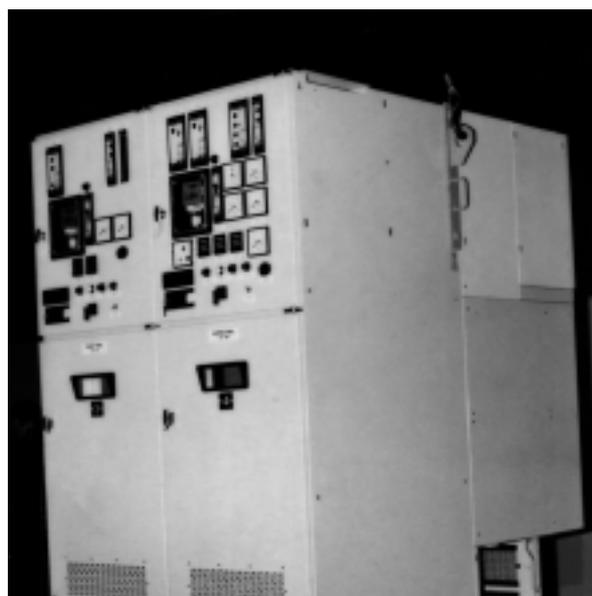

Fig. 10 \_\_\_\_\_
- 3) Agganciare la gru e sollevare l'unità (fig. 10).
- 3) Hook up to the crane and lift the unit (fig. 10).